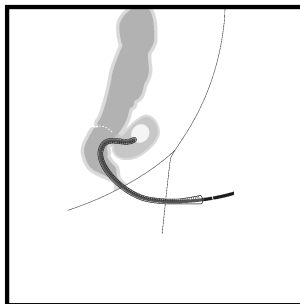

Fig. 2
8. Introduire précautionneusement l'endoscope et la gaine (le cas échéant, le rectoscope ou le proctoscope) dans le canal anal, en utilisant un lubrifiant approprié, et explorer le passage jusqu'à la cavité lésionnelle (Fig. 2).